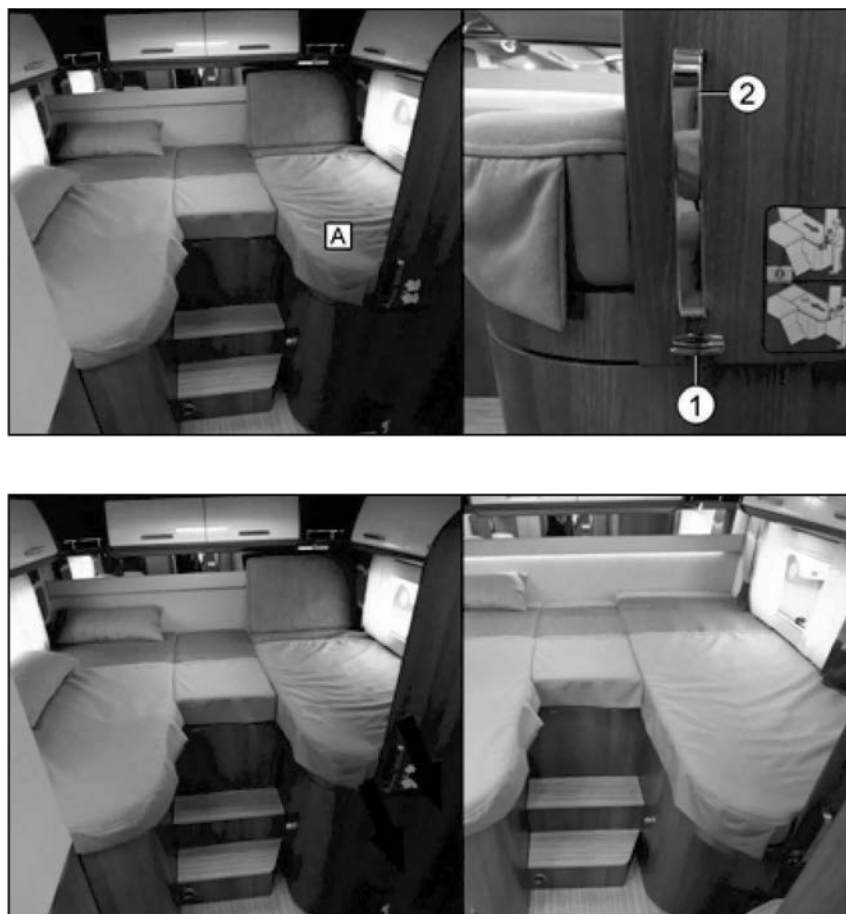

Fig. 80 Lit jumeau coulissant
Le sommier (Fig. 80/A) est coulissant.
1. Avec une main, appuyer sur le bouton (Fig. 80/1) et le maintenir appuyé.
2. Avec l'autre main sur la poignée (Fig. 80/2), tirer le lit dans le sens de la flèche jusqu'en position extrême.